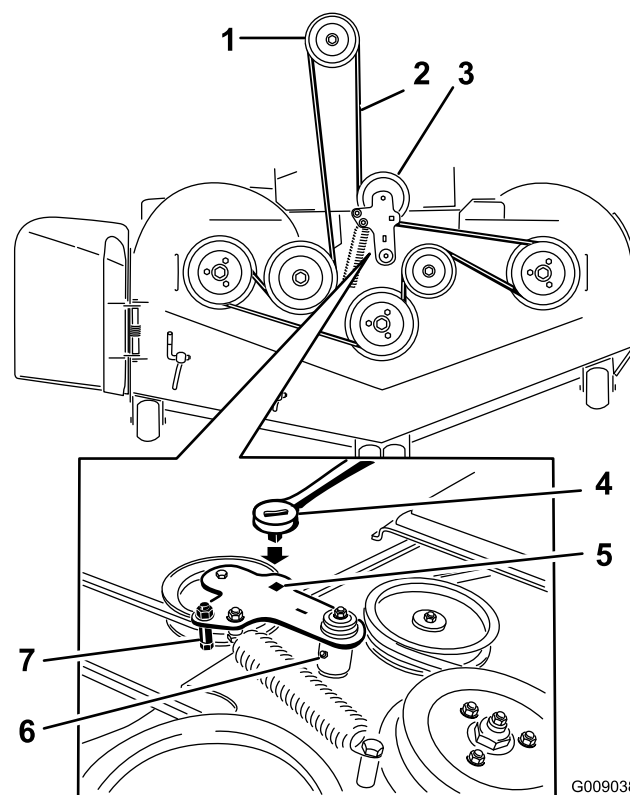

Figura 95
8. Utilize uma lingueta no orifício quadrado no braço intermédio para retirar a tensão da mola intermédia (Figura 95).
10. Instale a nova correia à volta das polias do cortador e da polia da embraiagem por baixo do motor (Figura 95).
11. Rode para assegurar que a patilha da guia da correia está em contacto com o cubo da articulação (Figura 95).
12. Utilizando a lingueta no orifício quadrado, instale a correia em torno da polia intermédia com mola (Figura 95). Assente as extremidades da mola nas ranhuras do fixador.